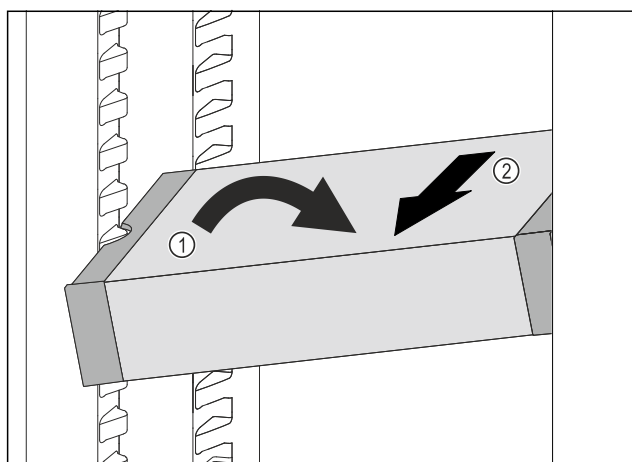

Fig. 124
- Poziționați oblic VarioSafe în frigider. Fig. 124 (1)
- Extrageți VarioSafe spre înainte. Fig. 124 (2)